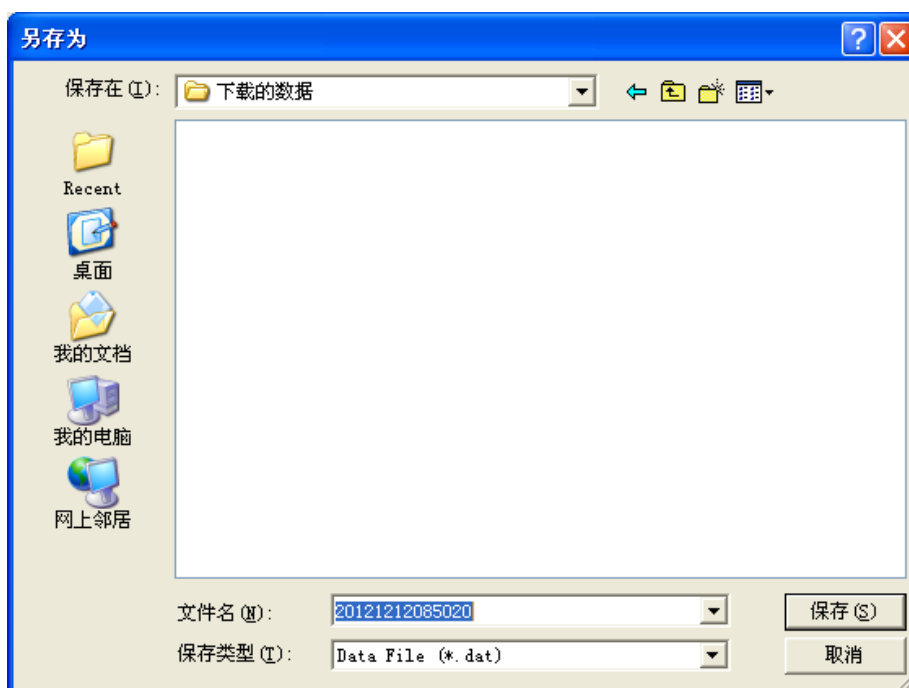

图 4.6 数据保存对话框
3. 点击“下载数据”，弹出保存文件对话框，如图 4.6 所示。